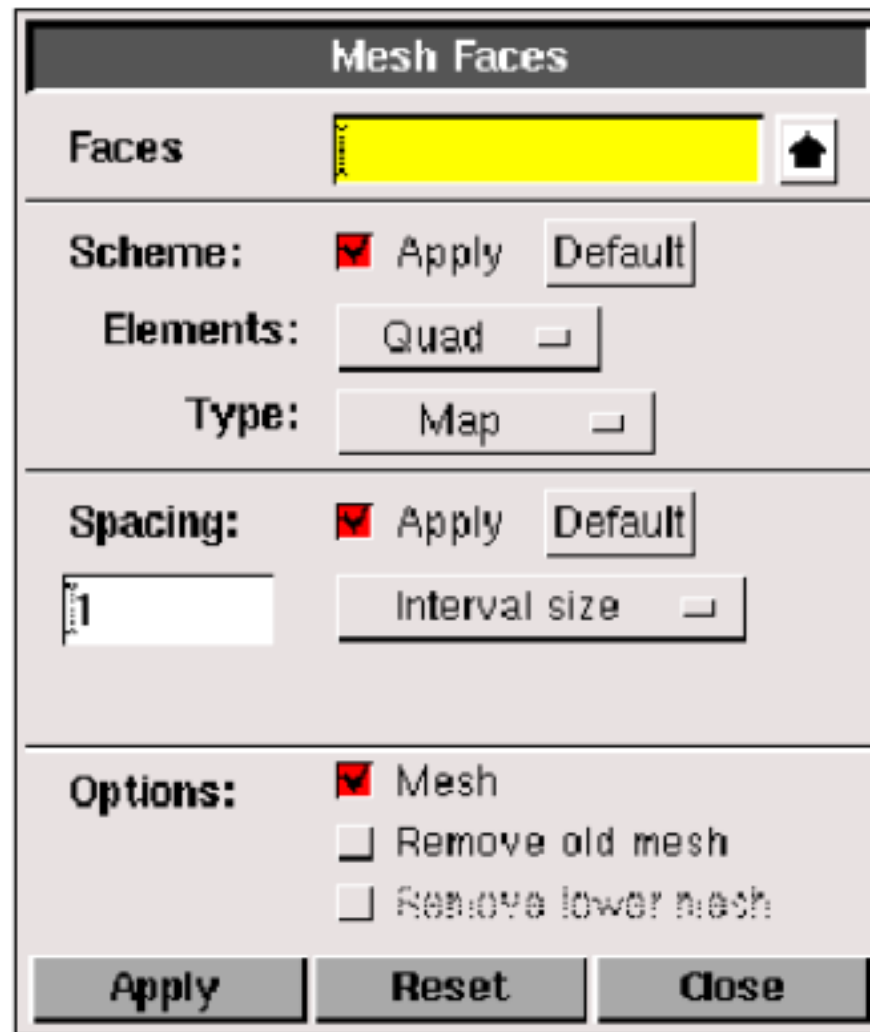

图 25
1. 单击命令面板中的 按钮（ Mesh Face），进入 面的网格创建命令面板（见图 25）。